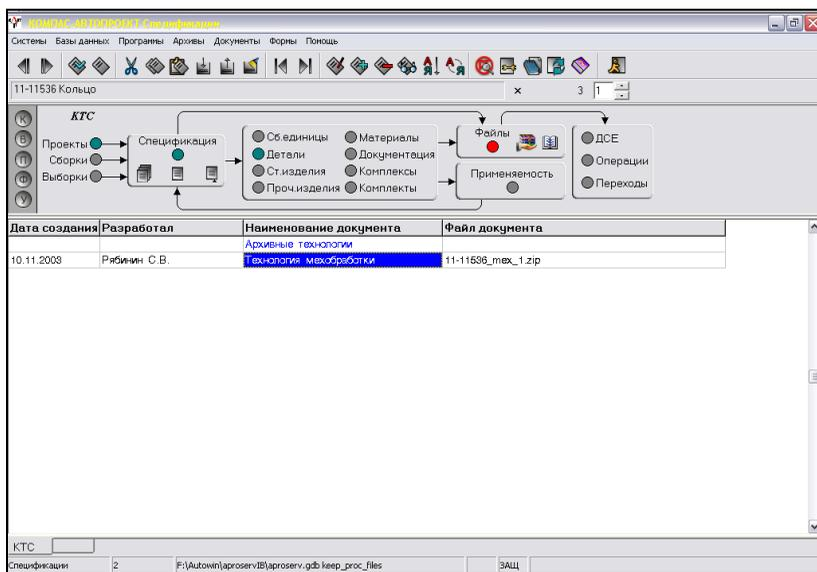

Рис. 2. Загрузка архивного технологического процесса.
3. Запустить архиватор из таблицы *Файлы* двойным щелчком мыши на текущей учетной записи или нажатием клавиши <F12> (см. рис. 2).